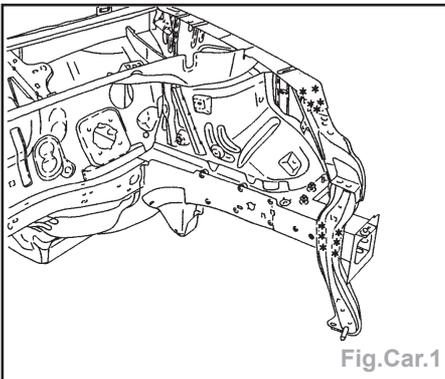

Fig.Car.1
- Dégraver les points à l'aide d'une fraise de \varnothing 8 mm (Fig.Car.1).
- Souder (Fig.Car.1) :